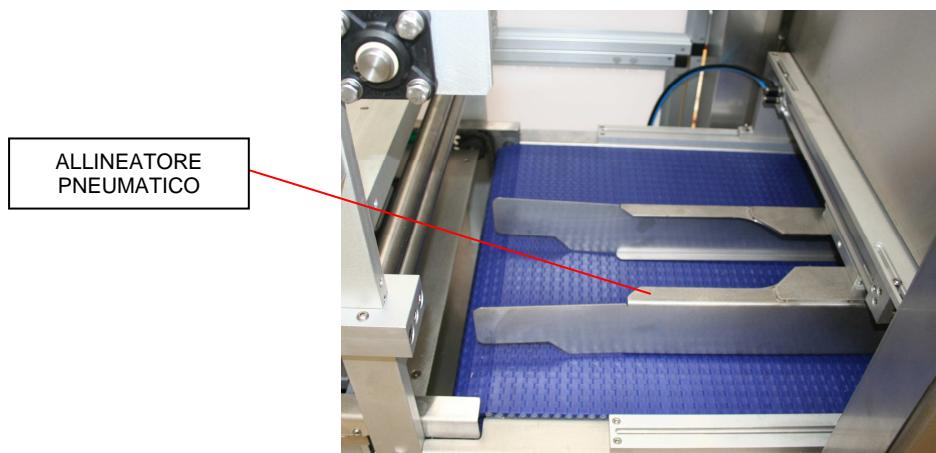

Fig. 2 Allineatore pneumatico
- Allineatore Pneumatico (Fig. 2) e elettrico (Fig. 3): posizionato sul nastro di carico o di scarico, il suo funzionamento prevede un sistema meccanico che, dopo aver ricevuto un segnale da un sistema di rilevazione delle vaschette (fotocellula) o con una data cadenza, muove le vaschette disponendole in una o più file.